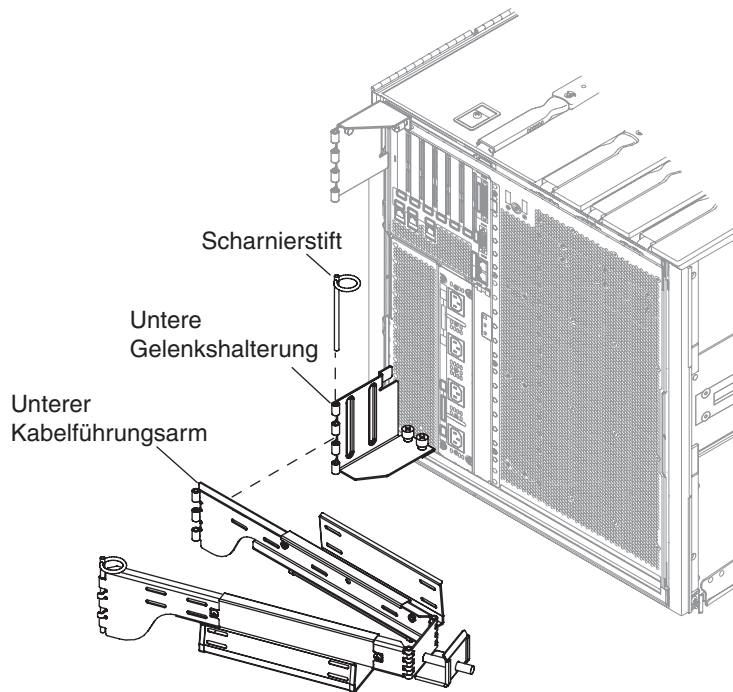

ABBILDUNG 1-20 Befestigen des unteren Kabelführungsarms und der Gelenkshalterung
6. Nach dem Anbringen der Gelenkshalterung am Systemgehäuse müssen Sie den unteren Kabelführungsarm mit dem vorher entfernten Scharnierstift an der Gelenkshalterung fixieren, ABBILDUNG 1-20.